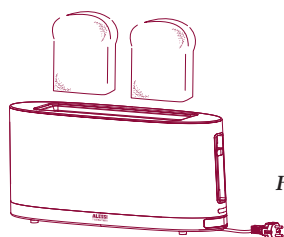

Fig. 3
- 1 Inserite una o due fette di pane (fig. 3).